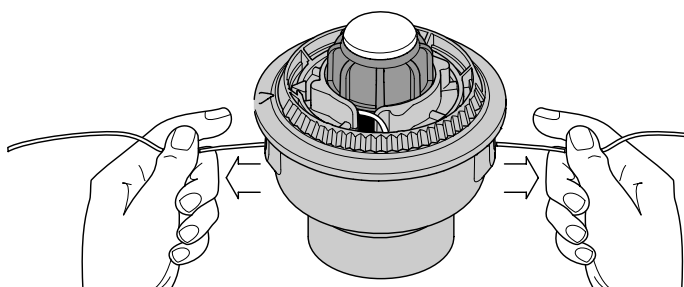

Fig. 23
9. Si le rembobinage du fil devient difficile ou si le fil se coince, tirez-en les extrémités de la bobine. Continuez de rembobiner le moulinet intérieur vers la gauche (Fig. 23).
4. Maintenez le moulinet intérieur et installez le bouton de butée, le ressort, et le joint en mousse en poussant le bouton de butée vers le bas et en le tournant à droite. Saisissez les extrémités et tirez fermement pour dégager le fil des fentes de retenue du moulinet intérieur (Fig. 23).
Si le SpeedSpool^{MD} ne déroule pas le fil correctement, tirez fermement les extrémités du fil loin de la bobine (Fig. 23). Si cela ne suffit pas, suivez les instructions de *Nettoyage du SpeedSpool^{MD}*.